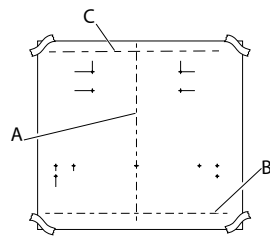

Fig. 2
- Découpez la ligne de démarcation du gabarit et placez-la sur le mur, en alignant la ligne de base et la ligne centrale sur celles marquées sur le mur, puis collez-la avec du ruban adhésif (Fig. 2)